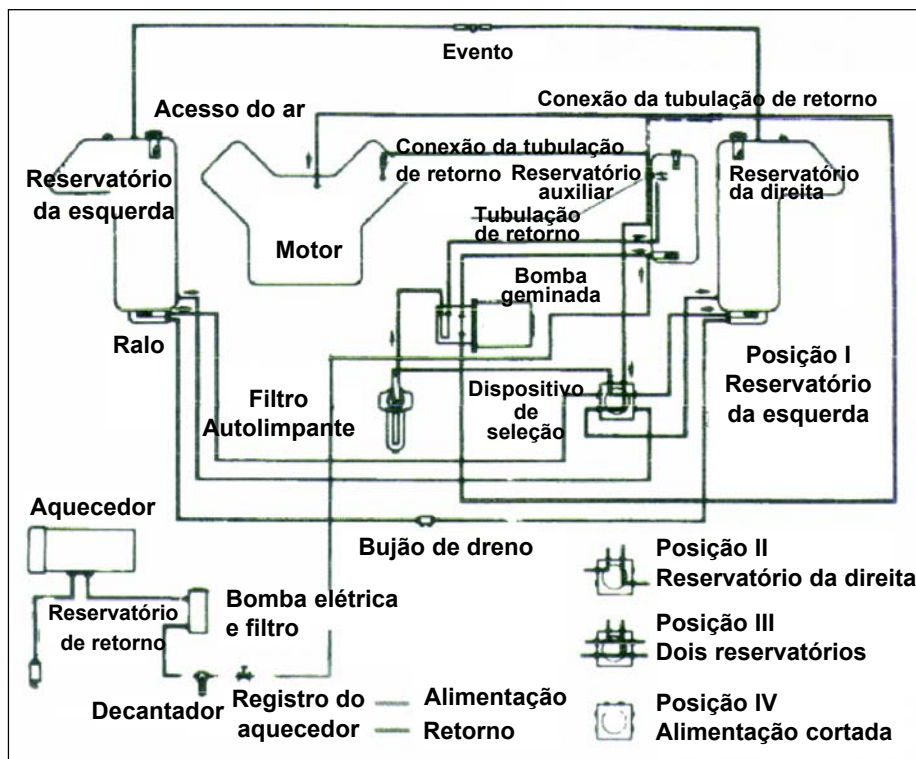

Fig 5-18. Funcionamento do sistema de alimentação de combustível
(1) A alimentação em combustível funciona em 4(quatro) fases:(Fig 5-18)